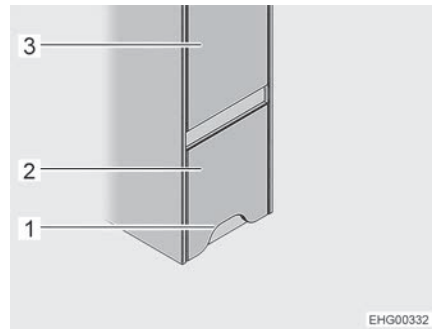
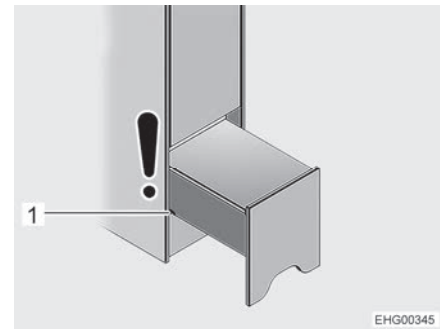

Fig. 80 Base di appoggio per la salita (chiusa)
Fig. 81 Base di appoggio per la salita (posizione notte)
Ubicazione La base di appoggio per la salita è installata nella parte destra del veicolo, sotto all'armadio guardaroba (Fig. 80,3) davanti al letto in coda.
- ▷ La porta del vano WC si trova di fronte alla base di appoggio per la salita. Se la base di appoggio per la salita è estratta solo parzialmente (posizione notte, vedere Fig. 81) è possibile aprire la porta del WC. Se invece la base di appoggio per la salita è estratta completamente al fine di accedere al vano, la porta del vano WC non può essere aperta completamente.
- Afferrare la base di appoggio per la salita (Fig. 80,2) in corrispondenza dell'apertura (Fig. 80,1), sollevare leggermente ed estrarla fino alla prima scanalatura (Fig. 81,1) per la posizione notte.